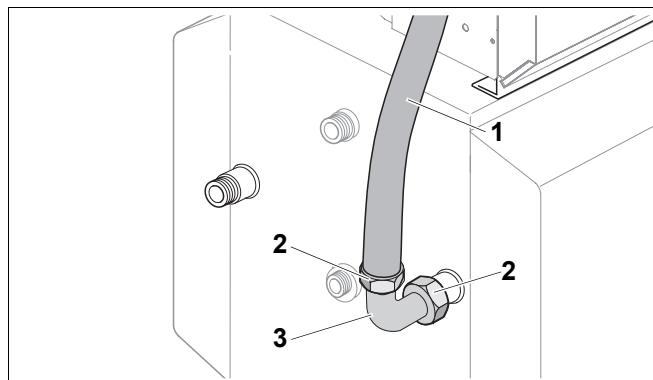

Рис. 7 Подключение обратной линии
- Уложить уплотнение (рис. 7, **поз. 2**) в накидную гайку уголка (рис. 7, **поз. 3**) и прикрутить уголок к обратной линии (RS).
- Уложить уплотнение (рис. 7, **поз. 2**) в накидную гайку металлического гофрированного шланга (рис. 7, **поз. 1**) и прикрутить к уголку.